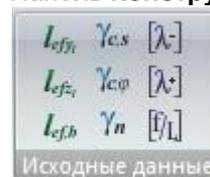

Рис. 134. Панель **Исходные данные**
- **Исходные данные** (рис.134) – операции, связанные с просмотром раскраски стержней расчетной схемы по степени возрастания исследуемого параметра (мозаики) согласно назначенным исходным данным для конструирования стальных элементов.
Панель **Исходные данные** (рис.134) содержит следующие команды: